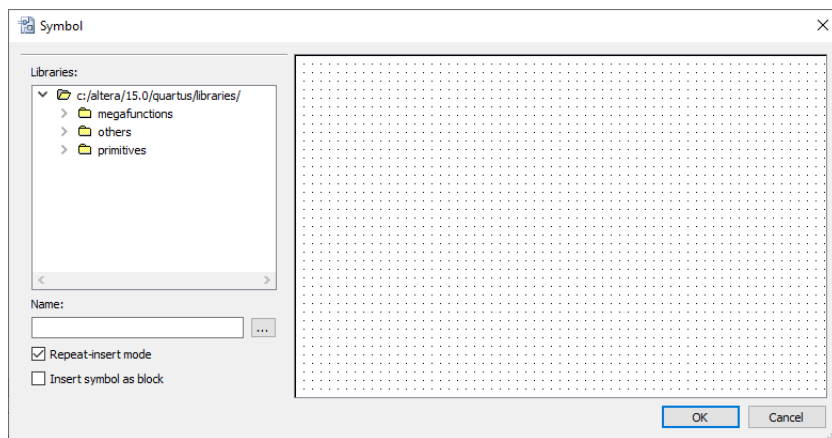

Figura 22: Caixa com as bibliotecas e símbolos para editor esquemático
2. Na janela de abrirá (Figura 22), em **Libraries** clique no ícone **+** para expandir e aparecer os subitens, então da mesma maneira expandir a pasta **primitives** e a **logic**.